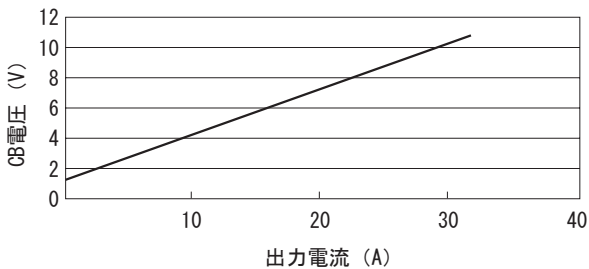

図 2.4 電流換算グラフ (ADA600F-24)
■端子台の CB 端子と -V 端子電圧（以下 CB 電圧）により出力電流をモニタすることができます。CB 電圧と出力電流の関係は図 2.4 ~ 2.6 のようになります。グラフは 24V 品を代表としております。他電圧についてはお問い合わせください。
注意：図 2.4 ~ 2.6 は目安です、保証値ではありません。